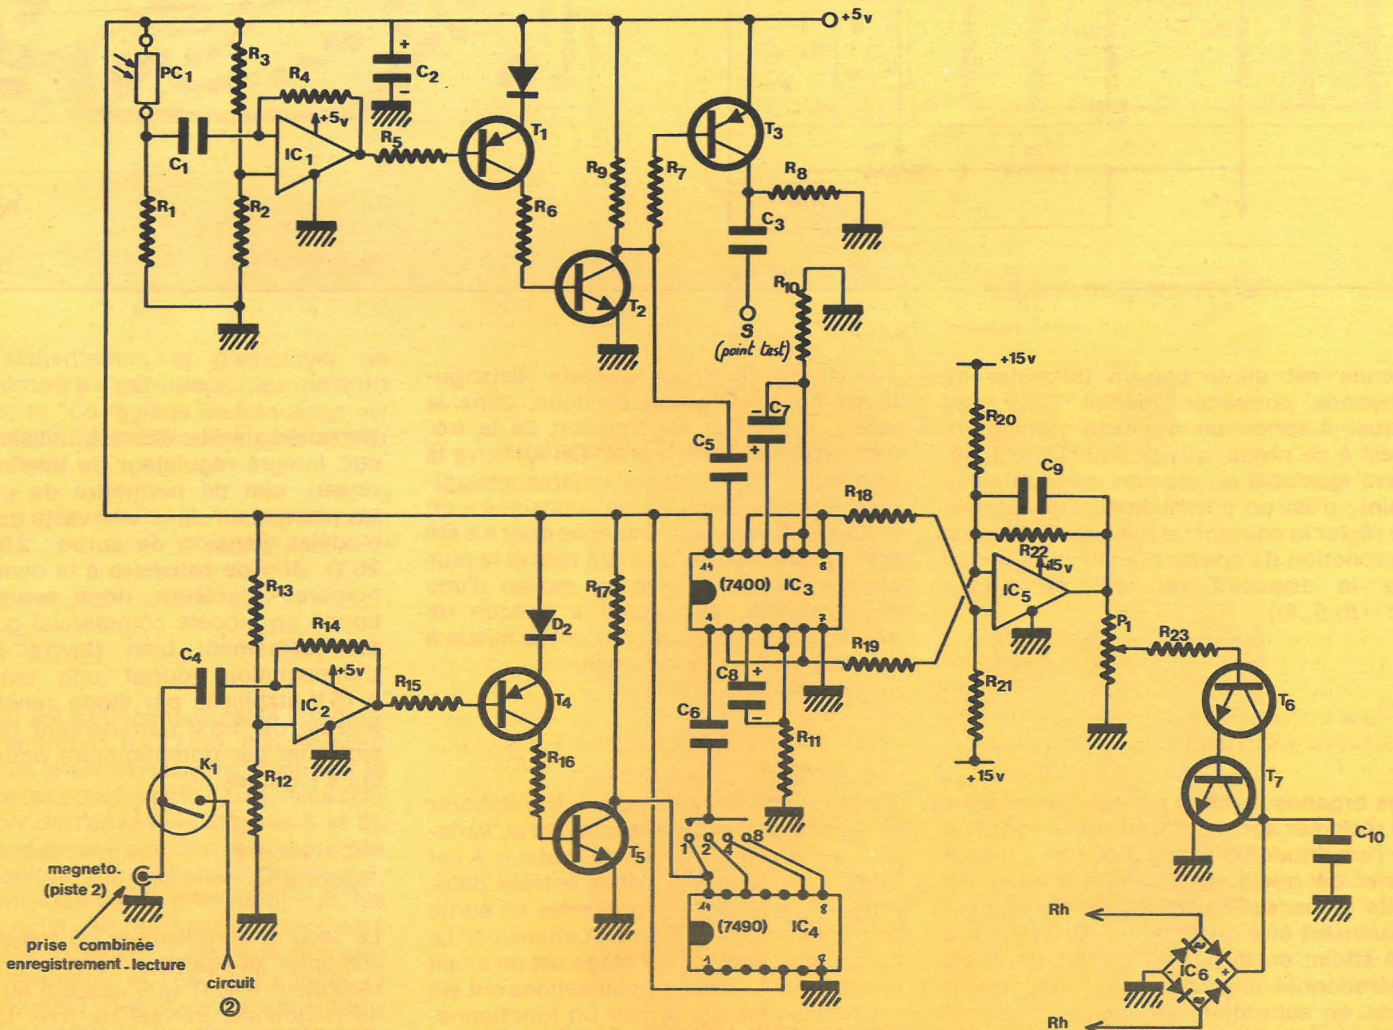

Figure 1
• Le variateur de vitesse : figure 1
• Les convertisseurs fréquence/tension : figure 1
• Le comparateur : figure 1